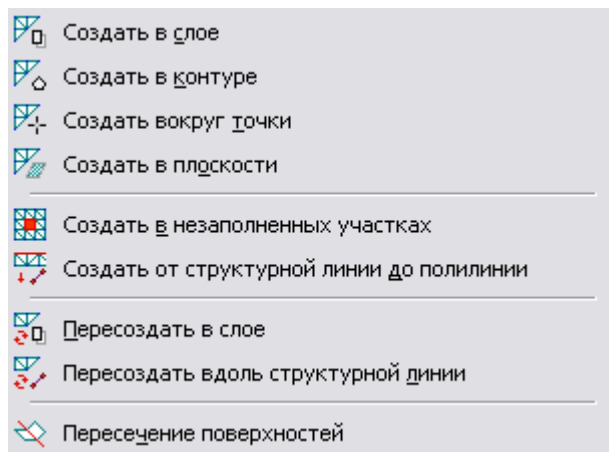

Рис.6. Виды команд для создания поверхности
Для построения поверхности в меню Поверхность выполните команду Создать поверхность / Создать в слое или воспользуйтесь соответствующей командой в панели инструментов (рис.6). В панели управления установите следующие значения:
1) использовать команду Создать поверхность / Пересоздать вдоль структурной линии в меню Поверхность (рис.6), выбрать ближайшую к новой точке горизонталь и выполнить команду Создать поверхность на локальной панели инструментов.
2) использовать команду Создать поверхность / Пересоздать в слое в меню Поверхность (рис.6). Нажмите кнопку Создать поверхность на локальной панели инструментов, а после построения кнопку Применить построение.